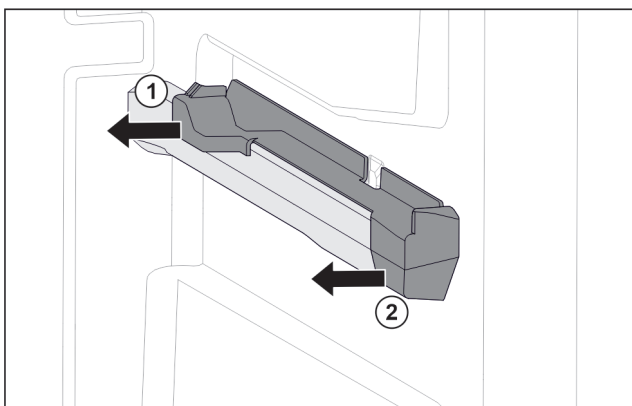

Fig. 28 Вставная часть на правом контейнерном ребре
- ▶ Отодвиньте вставную часть сзади в сторону. Fig. 28 (1)
- ▶ Отодвиньте вставную часть спереди в сторону. Fig. 28 (2)